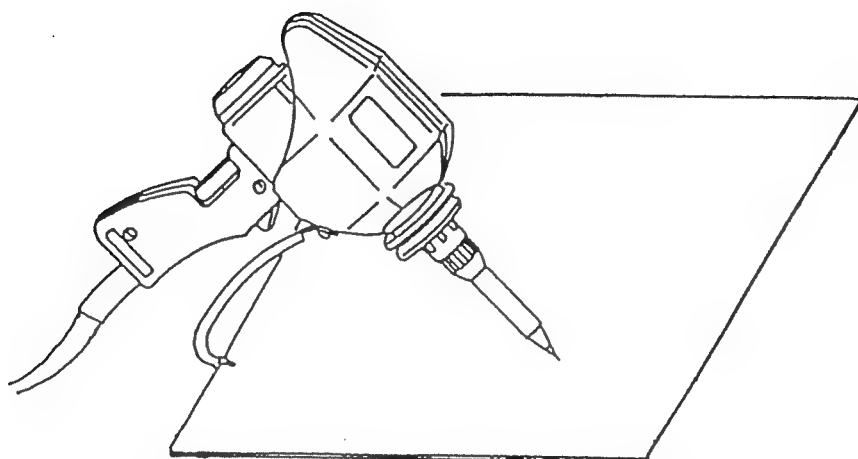
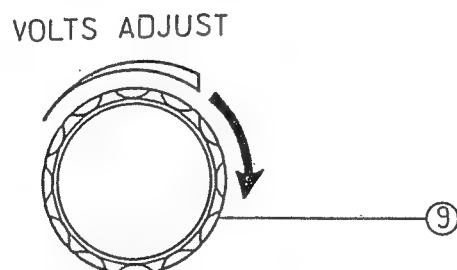

図5
図12
4. 付属のAC電源コードBを駆動用AC電源入力⑮に接続します。
5. 図5のように放電ガンのグランド端子㉑にグランドケーブルCの圧着端子側を接続します。金属板を用意してグランドケーブルCのクリップを金属板に接続します。
(1) 繰返しモード選択スイッチ⑥のSINGLEを押します。（ランプが点灯します。）
(2) 電圧調整ツマミ図12の⑨をゆっくり右に回し、出力電圧指示計⑩の電圧表示を 5 ～ 6KV位にします。
(3) レディー・スイッチ⑦を押すとランプが点灯します。
(4) 図5の金属板へ電極先端の距離を変えて放電ガンのトリガー・スイッチ②⑪を押し、放電状態を確認します。放電ガンのトリガー・スイッチ②⑪を押す毎に放電します。
(5) 放電回数表示⑪に放電した回数が1～9999回まで表示されます。
また、金属板と電極先端の距離を変えて放電状態を確認します。（図5を参照）